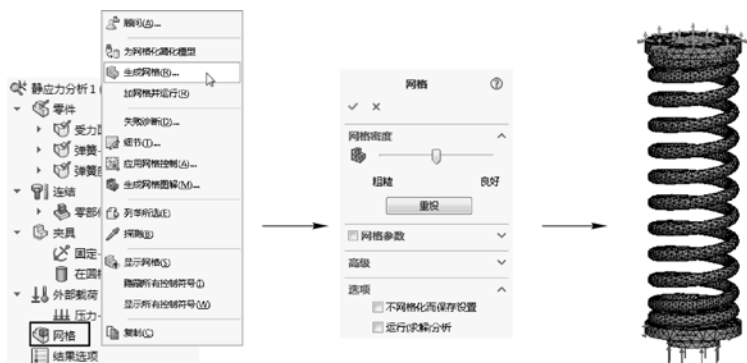

图 10-19 生成网格
STEP 7 右键单击算例树中的“网格”项，在弹出的快捷菜单中选择“生成网格”菜单选项，打开“网格”属性管理器，保持系统默认设置，单击“确定”按钮，经过软件自动计算为仿真模型添加网格，如图 10-19 所示。